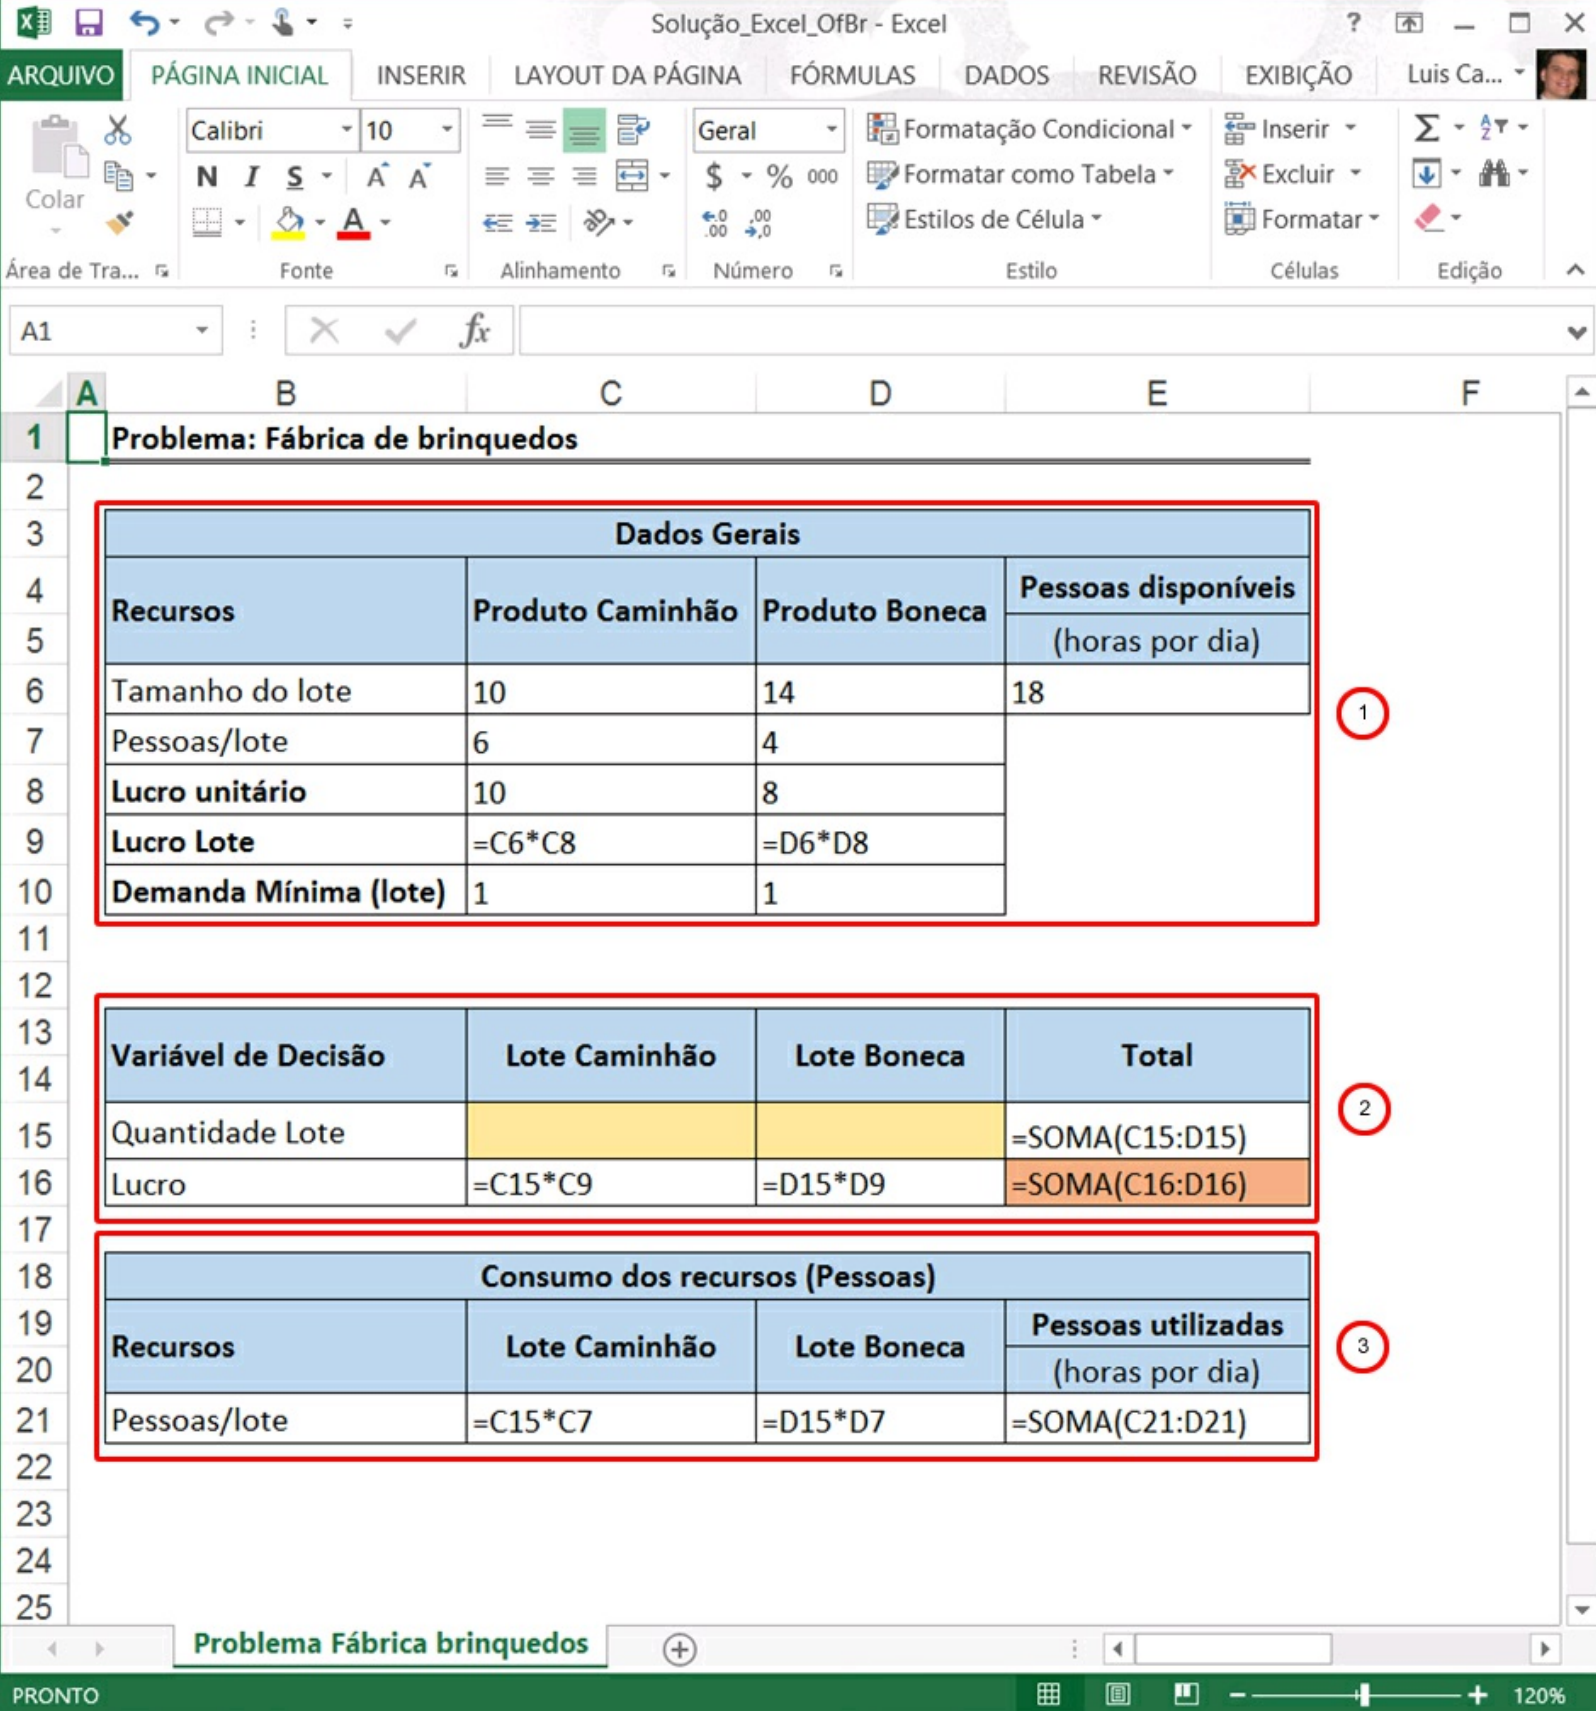

Figura 35 – Formulando o problema no MS Excel.
Inicialmente devemos estruturar o problema em uma planilha do MS Excel, onde apresentaremos os dados de entrada do modelo, a função objetivo, as variáveis de decisão e as restrições. Na Figura 35 (item 1) estruturamos os dados de entrada do modelo disponibilizados no enunciado do problema. As células C6 e D6 contemplam o tamanho do lote de cada produto (caminhão = 10 e boneca = 14), as células C7 e D7 apresentam o número de pessoas necessárias para produzir um lote de cada brinquedo (seis pessoas para caminhão e quatro pessoas para boneca), as células C8 e D8 compreendem o lucro unitário de cada produto (dez para cada unidade de caminhão e oito para cada unidade de boneca) e as células C10 e D10 apontam a demanda mínima de um lote para cada tipo de brinquedo. Nas células C9 e D9 estão os lucros de cada lote, os quais são obtidos a partir da multiplicação entre o lucro unitário e o tamanho do lote ($C6 \cdot C8$ para caminhão e $D6 \cdot D8$ para boneca).
Diferente do que você viu na modelagem do LINDO, não iremos construir a função objetivo e as restrições através de expressões matemáticas. Iremos construir uma tabela que executa os cálculos concebidos através das operações do MS Excel. Podemos observar a função objetiva e as variáveis de decisão do problema na Figura 35 (item 2). As variáveis de decisão, conforme discutido no Capítulo 3, são a quantidade de lotes fabricados de caminhões (QLC) e quantidade de lotes de bonecas (QLB), enquanto que, a
Finalmente, temos que organizar as restrições do modelo. Isso é ilustrado na Figura 35 (item 3). Os elementos que restringem o sistema são i) demanda e ii) quantidade de pessoas disponíveis. Para modelarmos as restrições sobre o número de pessoas disponíveis para produção de brinquedos no Solver do MS Excel, necessitamos calcular na planilha quantas pessoas são utilizadas em função da decisão de quantidade de lotes de caminhões e bonecas. Nas células C21 e D21 calculamos o número de lotes multiplicado pelo número de pessoas por lote. Assim, o número de pessoas necessárias para produzir caminhões é obtido pelo produto das células C15 e C7 e das células D15 e D7 para as pessoas necessárias para produzir os lotes de bonecas. O total de pessoas necessário para produzir os lotes é dado pela soma das células C21 e D21, operação que podemos observar na célula E21. As restrições relacionadas à demanda são configuradas no Solver que será apresentado posteriormente.